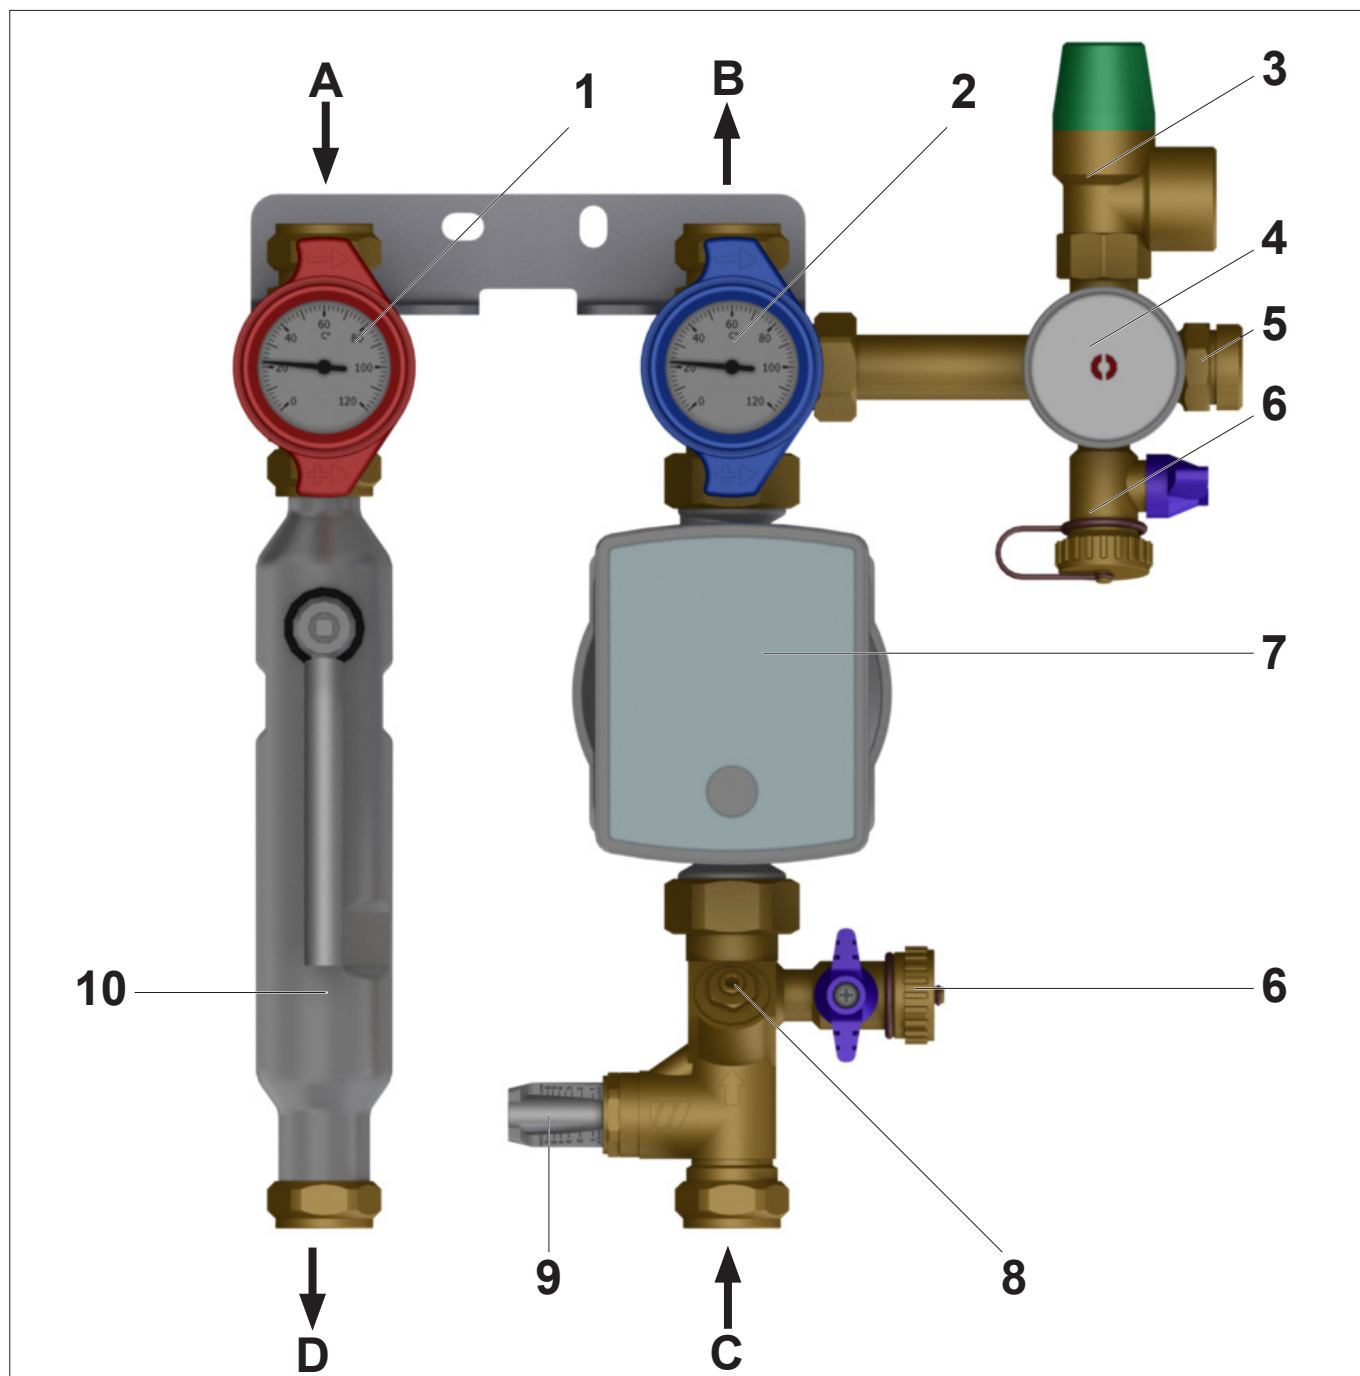

Fig. 3: Panoramica componenti (illustrazione rif. al mod. 8130 con tubo del disareatore e WattFlow)
- Collegare la tubazione di mandata e di ritorno del circuito solare (pos. A+B, vedere Fig. 3 a pag. 8) e del circuito di accumulo (pos. C+D, vedere Fig. 3 a pag. 8).